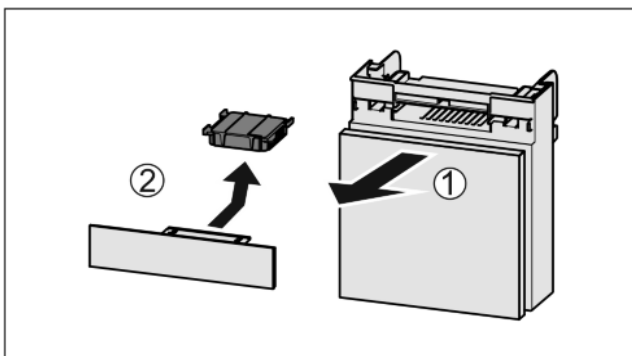

Fig. 35
- ▶ Издърпайте Fig. 35 (1) напред от отделениято.
- ▶ Извадете Fig. 35 (2) филтъра с активен въглен.